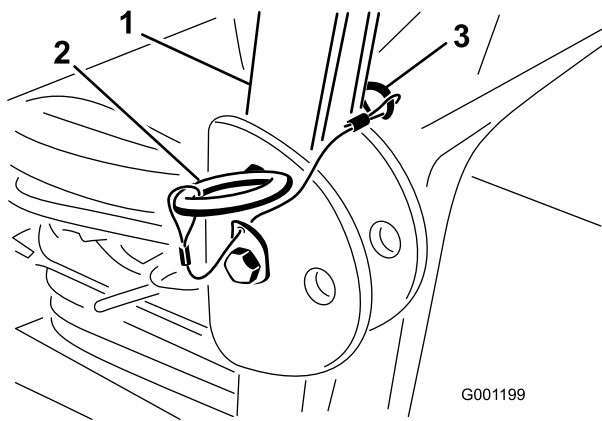

Figure 8
1. Retirez les goupilles fendues puis les 2 axes de l'arceau de sécurité (Figure 8).
2. Relevez complètement l'arceau de sécurité puis insérez les 2 axes et fixez-les avec les goupilles fendues (Figure 8).